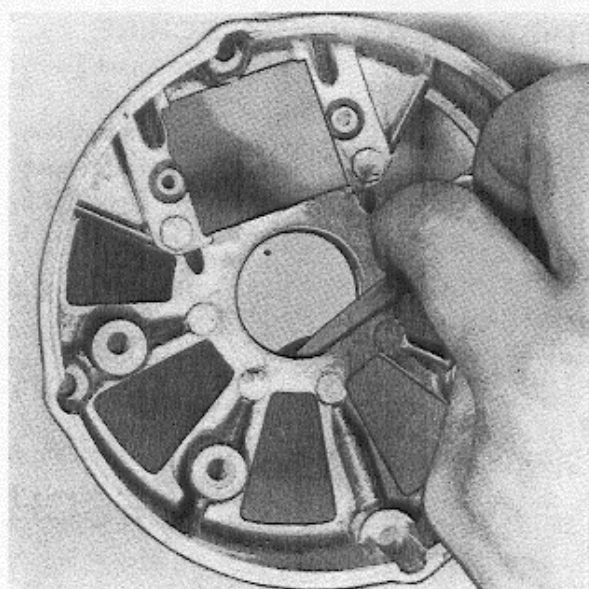

Abb. 37 Ausbau des O-Ringes
1. O-Ring mit einem Stahlblatt mit abgerundeten Kanten (z.B. Fühlerlehre) entfernen, siehe Abb. 37.